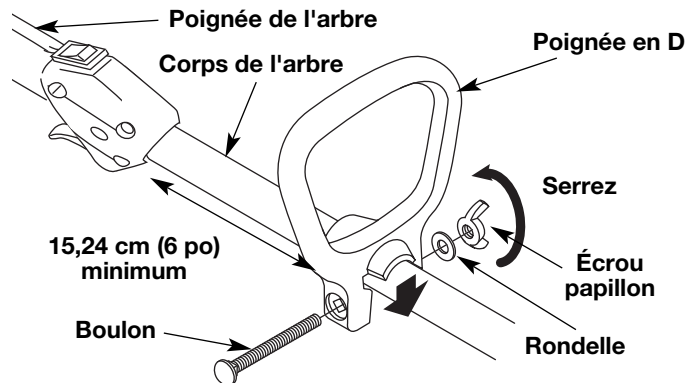

Fig. 4
1. Enfoncez la poignée en D sur le corps de l'arbre (Fig. 4). Le trou de boulon carré de la poignée se trouve à droite.